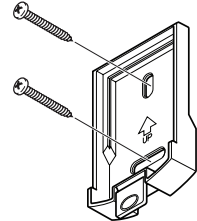

Figura 2
2. Coloque la placa de montaje contra la superficie de montaje y asegúrese de que la placa de montaje esté nivelada. Marque los sitios para los orificios (vea la Figura 2). *Nota:* La flecha "UP" debe apuntar hacia arriba.